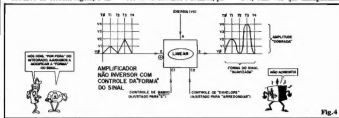

Fig.4
- FIG. 4 - BLOCOS AMPLIFICADORES LINEARES, QUE PERMITEM "MODIFICAÇÕES" (MAS MANTENDO A "PROPORCIONALIDADE") NO FORMATO DO SINAL... - Conforme já dissemos em "Aulas" imediatamente anteriores, embora os Circuitos Integrados possam ser interpretados como blocos circuitais mais ou menos complexos (para as funções ou conjuntos de funções mais ou menos específicas...), são raras os blocos que podem "ignorar" o auxílio externo de componentes discretos, capazes de - através de acessos ou terminais especiais no Integrado - dimensionar, parametrizar e "modificar" a linearidade básica do módulo! Usando, por exemplo, simples CAPACITORES e RESISTORES externos, estrategicamente acessados por determinados pínos ou "pernas" de um Integrado Amplificador Linear convencional, podemos - sim - efetuar as modificações sutis na "forma" do sinal que transita pelo bloco... Os naturais "controles de tempo" devido às constantes inerentes aos conjuntos R-C (Resistor/Capacitor), permitem - por exemplo - "suavizar" uma forma de sinal mais "abrupta", ou "aguar" uma forma de sinal mais "suave", dentro de certos limites, sem que com isso se perca de vista a velha "proporcionalidade" dentro da qual funciona um bloco LINEAR! No bloco/exemplo da figura, temos um AMPLIFICADOR NÃO-INVERSOR COM CONTROLE DA "FORMA" DO SINAL (além da possibilidade externa de programação do ga-